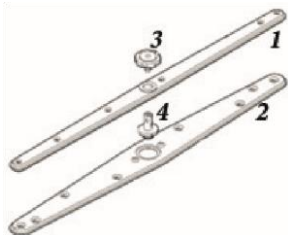

Рис. 13
- снимите моющие коромысла (Рис. 13) (нижние и верхние 1 и 2), открутив винты (3 и 4) и очистите их под струей воды.